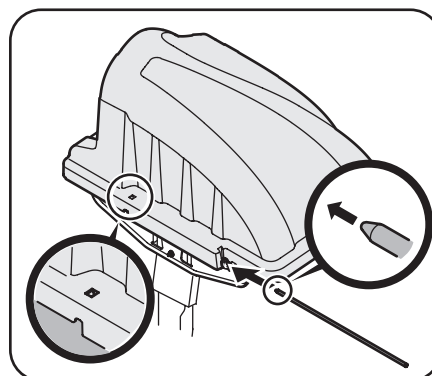

Figura 4-6
4. Deslice el pasador de horquilla en el orificio ubicado en la lengüeta de montaje, como se muestra en la Figura 4-6. Use la ventana recortada (vea el recuadro de la Figura 4-6) para alinear el pasador de horquilla del otro lado y empujelo hasta que llegue al tope.